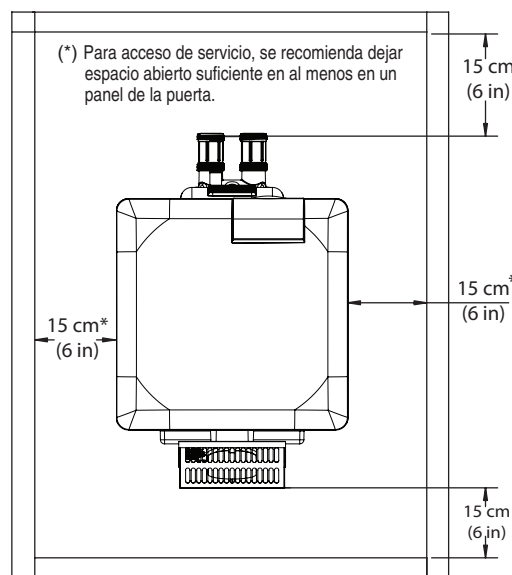

Figura 15.
**Nota(\*)** Para servicio técnico se recomienda dejar un espacio de acceso en al menos uno de los paneles de las puertas. El calentador está diseñado y certificado por CSA International para instalaciones en suelo inflamable. Para instalaciones en alfombrado el calentador debe montarse en un panel de madera o metal que esté al menos 3 pulgadas (10 cm) de distancia de la base del calentador. Si se instala el calentador en un closet o alcoba, todo el suelo debe estar cubierto con este panel. En una instalación en un cobertizo al aire libre el escape se descargará a una tubería de ventilación. Ubique el calentador de una manera en que no interfiera con el ajuste de los controles de funcionamiento. El panel de control ubicado en el panel superior puede girarse hacia los tres lados del calentador para fácil acceso. Sin embargo, el panel de control no debe ser ubicado en el lado en donde se encuentra la ventilación. Vea la **Figura 15**.